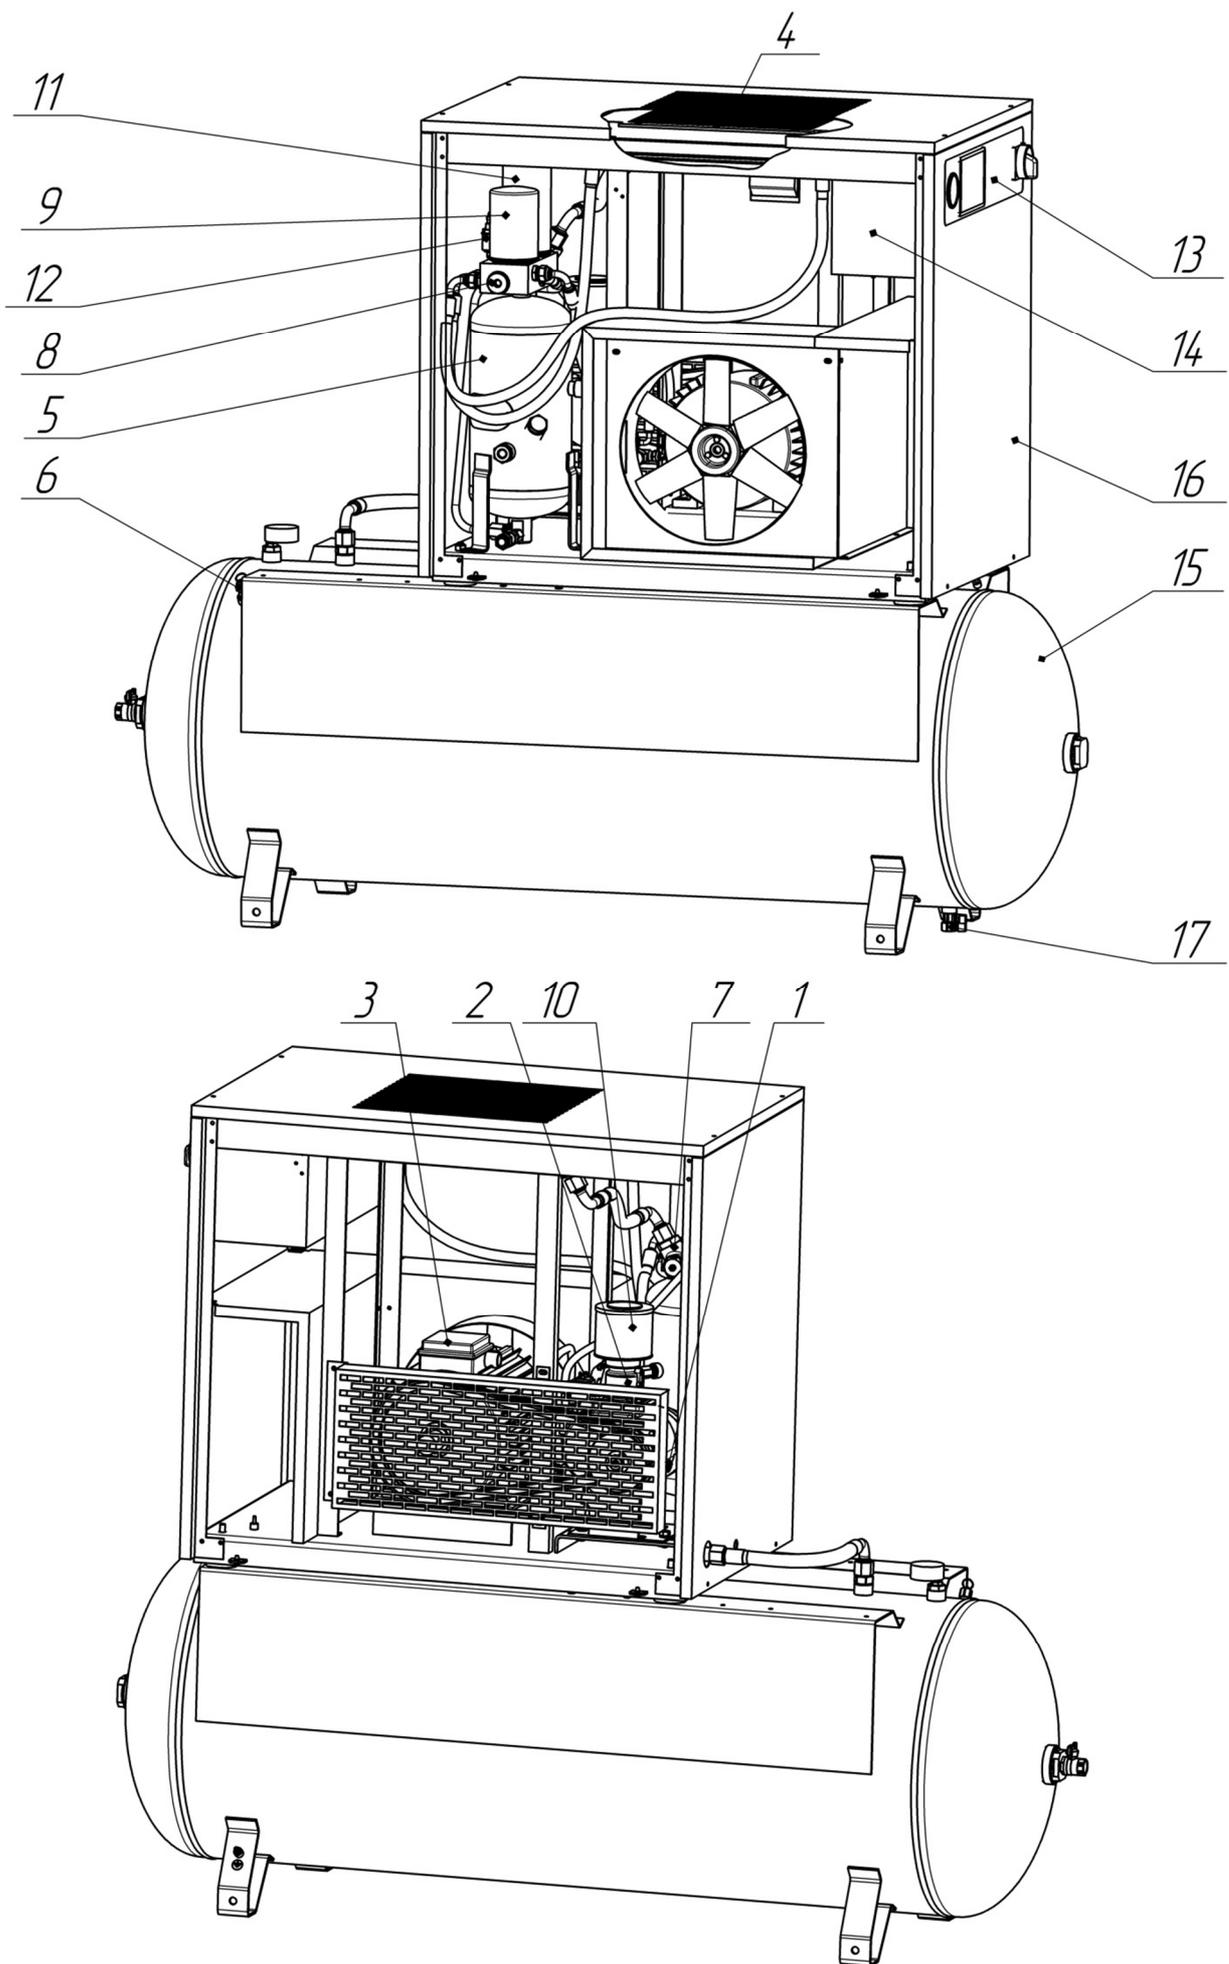

Рисунок 2 – Общий вид компрессорной установки ВК15Е-...-500
**6 – Клапан предохранительный** (см. рисунок 2 или 3) пневматический осуществляет защиту корпуса ресивера воздушного от превышения давления, по причине: "засорения" фильтра-
**15 – Ресивер воздушный** (см. рисунок 2 или 3) предназначен для сбора сжатого воздуха (управление компрессором осуществляется по избыточному давлению, создаваемому в ресивере или пневмомагистрали), устранения пульсации давления, предварительного отделения конденсата
**17 – Конденсатоотводчик** (см. рисунок 2 или 3) предназначен для удаления скопившихся в ресивере конденсата и масла.